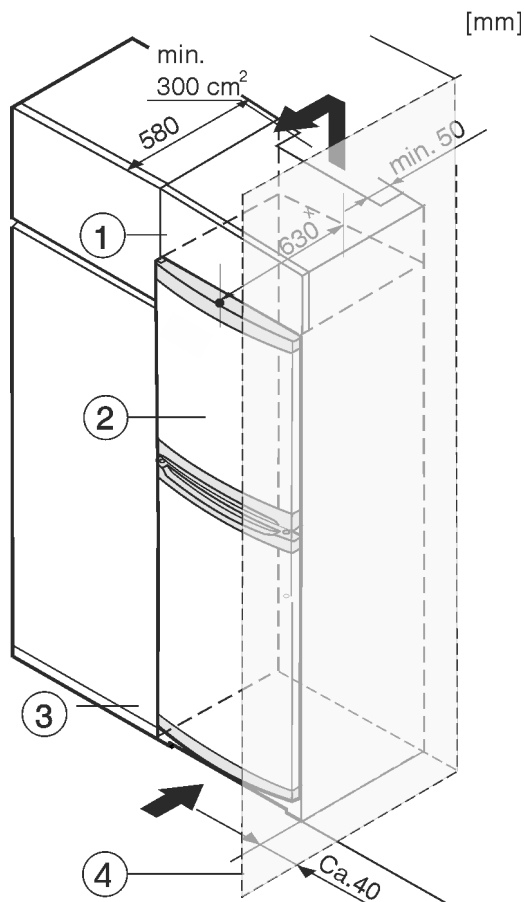

Fig. 8
(1) Rehausse
(2) Appareil
(3) Placard de cuisine
(4) Mur
L'appareil peut être intégré dans des meubles de cuisine. Pour adapter l'appareil *Fig. 8 (2)* à la hauteur du coin cuisine, une rehausse *Fig. 8 (1)* peut être posée sur l'appareil.
Lors de la transformation avec des placards de cuisine (profondeur max. 580 mm), le réfrigérateur peut être placé directement à côté du placard de cuisine *Fig. 8 (3)*. Le réfrigérateur dépasse sur les côtés de 34 mm * et au centre du réfrigérateur de 50 mm * par rapport à la façade du placard.
Si le réfrigérateur est installé avec les charnières près d'une paroi *Fig. 8 (4)*, la distance entre le réfrigérateur et la paroi doit être d'au moins 40 mm. Cela correspond au dépassement de la poignée lorsque la porte est ouverte.